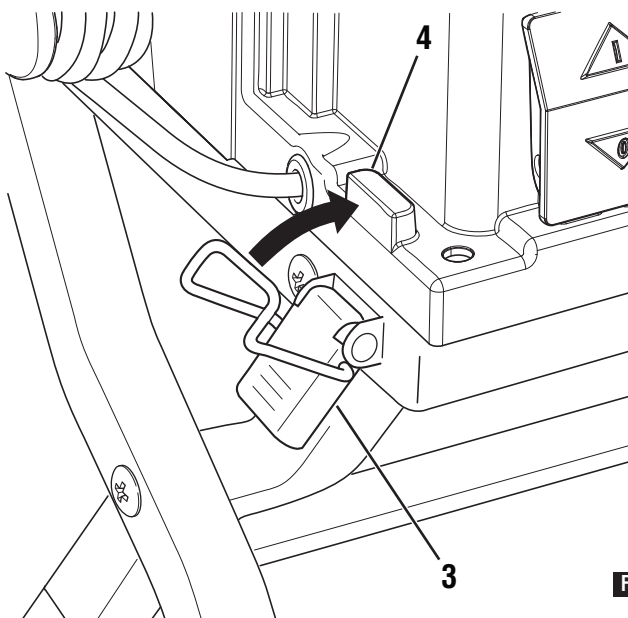

FIG. 7
2. Accrochez le fil de l'attache **3** située à l'avant du support sur la patte **4** située sur le socle de la scie (Fig. 7).